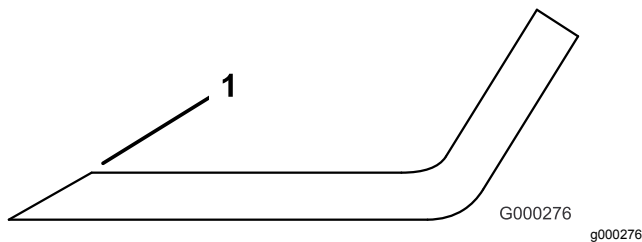

Figura 98
- Utilice una lima para afilar el filo de corte en ambos extremos de la cuchilla (Figura 98). Mantenga el ángulo original. La cuchilla permanece equilibrada si se retira la misma cantidad de material de ambos bordes de corte.